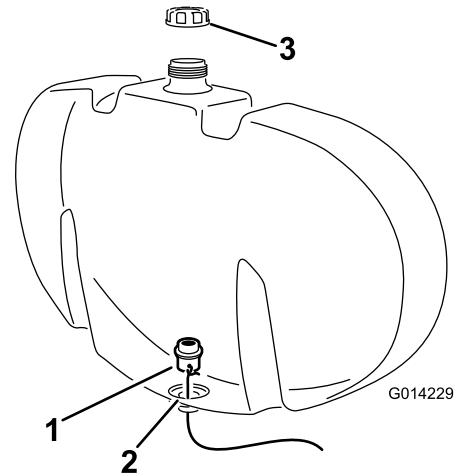

Figura 7
- E. Utilize o cabo para guiar a união do anteparo para a abertura na parte inferior do depósito (**Figura 7**).
F. Mova a união do anteparo para a sua posição, certificando-se que a junta transparente encaixa na parede interior do depósito de lavagem (**Figura 7**).